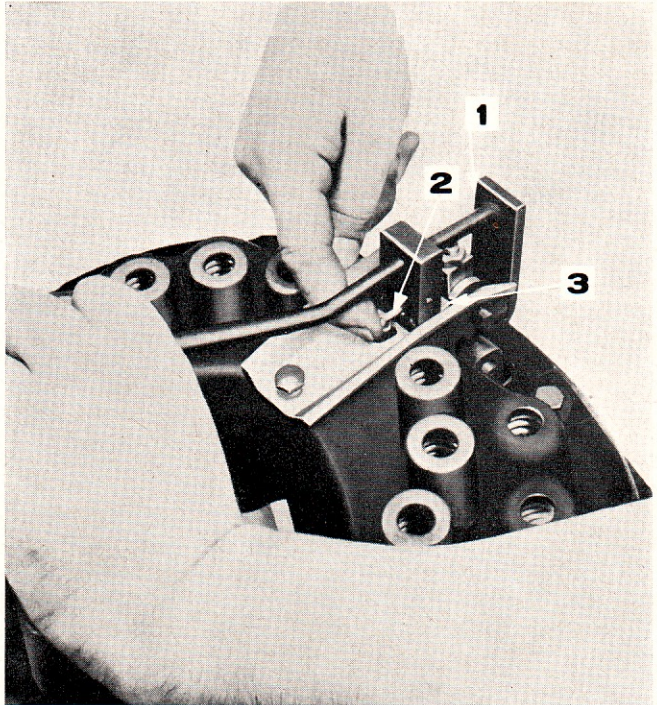

Figure 33: Pose de la goupille de l'agrafe de fixation d'un doigt de débrayage
4. Extraire de chaque doigt de débrayage la goupille fendue, les cales d'épaisseur et l'agrafe; le compresseur de doigt de débrayage No. SW13/b permet de comprimer les agrafes et facilite la dépose des goupilles fendues (Figure 33). Noter, pour chaque support, le nombre des cales d'épaisseur, qui devront être remontées au même endroit.
11. Poser les agrafes et les cales des doigts de débrayage avec des goupilles neuves; utiliser le compresseur No. SW13/b pour appuyer sur les agrafes et faciliter la pose des goupilles fendues (Figure 33). Si le doigt de débrayage est neuf, ajouter des cales jusqu'à ce que l'intervalle à l'arrière de l'agrafe soit clos et que le doigt ne se soulève pas, une fois la goupille en place. Ouvrir les goupilles fendues.